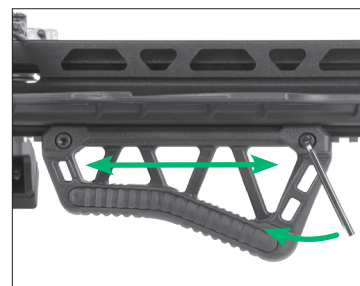

FIGURE 10
**Pour ajuster le garde-main** (partie 15), desserrez les deux vis du garde-main qui se trouvent du côté gauche de l'arbalète, comme illustré à la figure 10. Une fois les vis desserrées, vous pouvez faire glisser le garde-main vers l'avant ou vers l'arrière le long du rail Picatinny inférieur. Une fois l'ajustement terminé, serrez les vis pour le verrouiller en place.